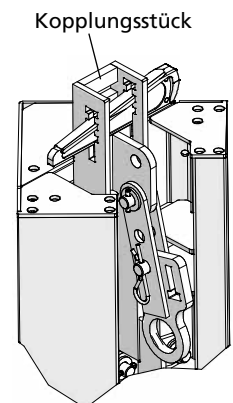

Abb. 33.6 C - Betonierzustand
- Der an der Ausschalecke integrierte Keil wird zur Fixierung am Kopplungsstück der Ecke eingesteckt (Abb. 33.6 C).
- Der unverlierbare Keil wird wieder eingesteckt (Abb. 33.6 C).